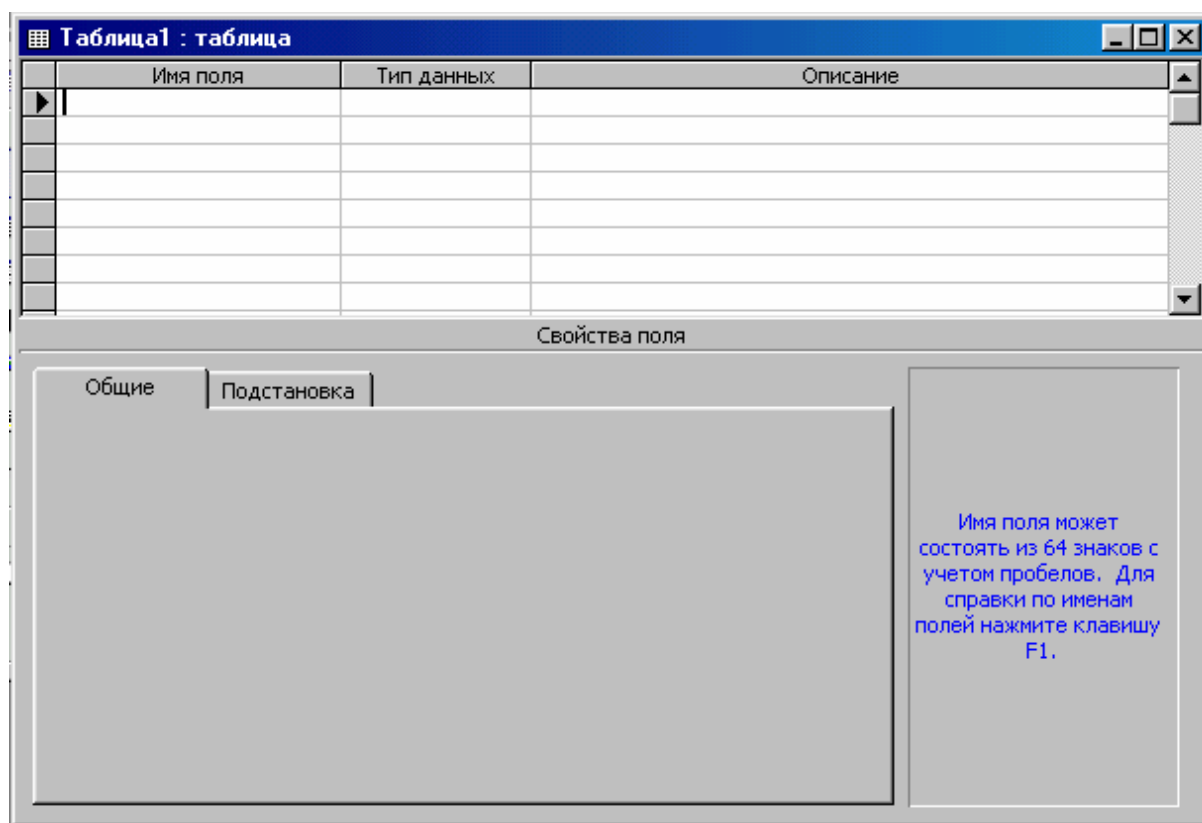

Рис. 5.1. Окно таблицы в режиме конструктора – в этом режиме вводятся имена и типы полей таблицы
- в окне «Новая таблица» выберите пункт **Конструктор** и щелкните по кнопке <ОК>. В результате проделанных операций открывается окно таблицы в режиме конструктора (рис. 5.1), в котором следует определить поля таблицы.